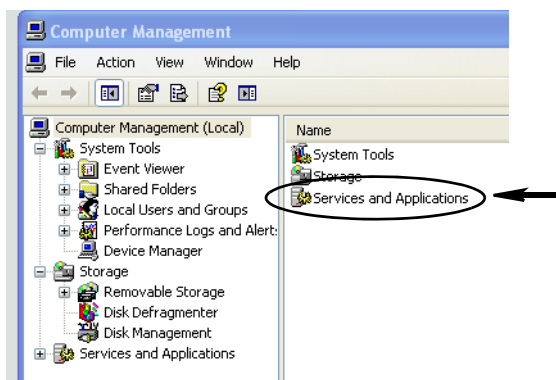

FIG. 35
- b. Fare doppio clic su Servizi e applicazioni (FIG. 35).